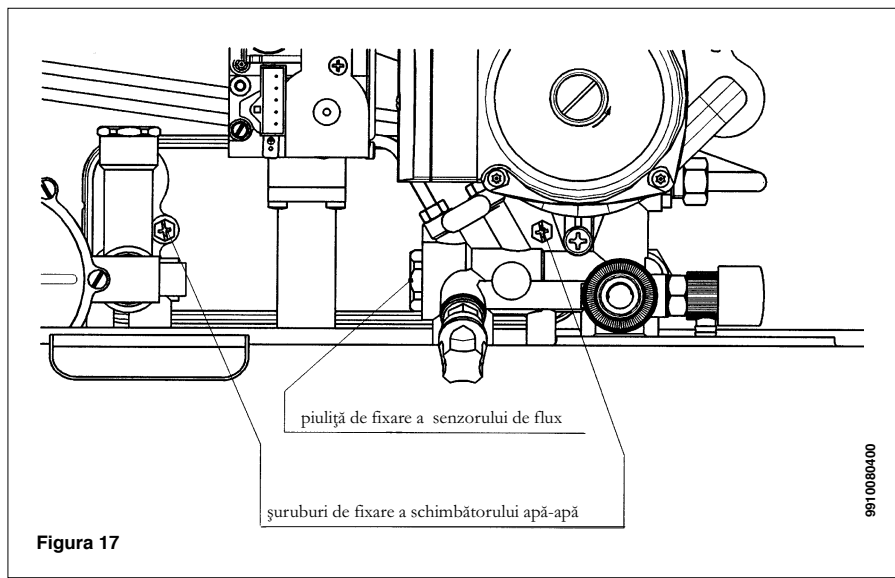

Figura 17
- scoateți cele două șuruburi de fixare a schimbătorului apă-apă, vizibile din partea frontală și scoateți-l din suportul special practicat (figura 17).
- deșurubați piulița localizată pe senzorul de flux (figura 17).